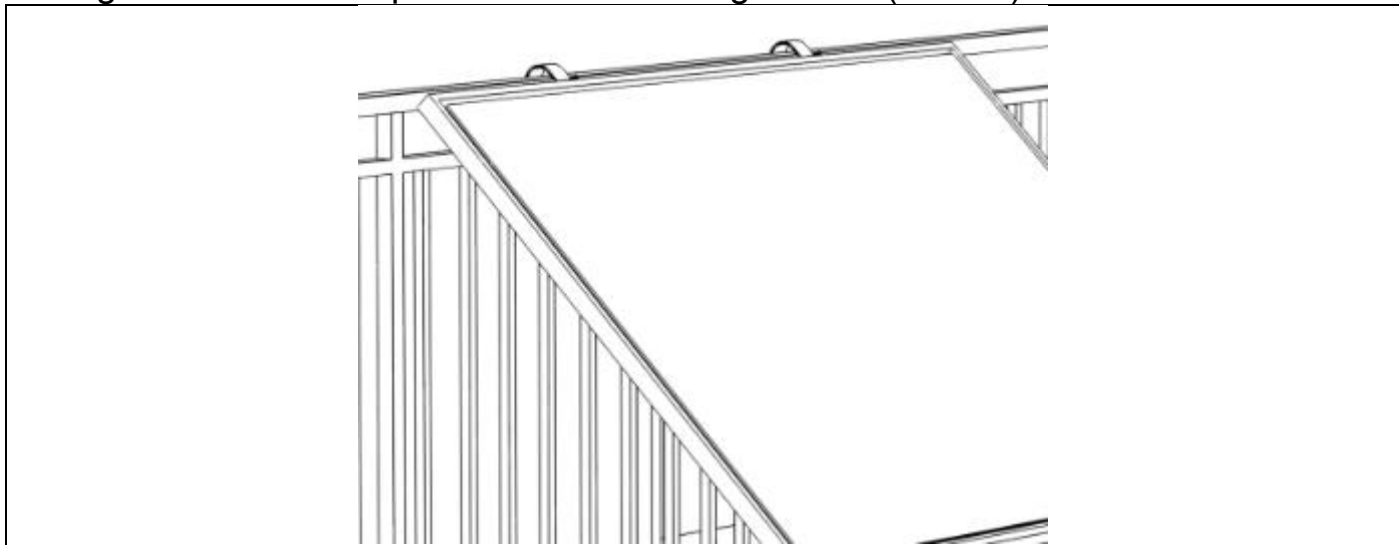

Bild 11
- Die Gummi-Unterlegscheibe an der Innenseite des Hakens (D) schützt das Geländer vor Kratzern.
- Hängen Sie das Solarpanel an das Balkongeländer (Bild 11).